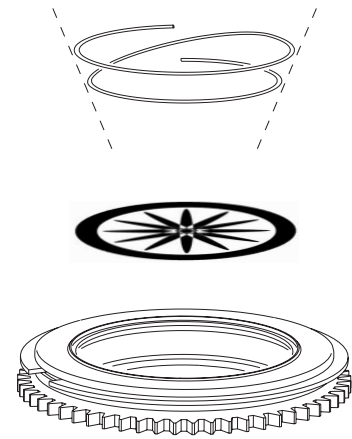

Bild 11: Gobohalter
- 4 Legen Sie das neue Gobo mit der zum Leuchtmittel weisenden Seite nach oben, zur Haltefederweisend, in den Halter. Siehe Bild 11.